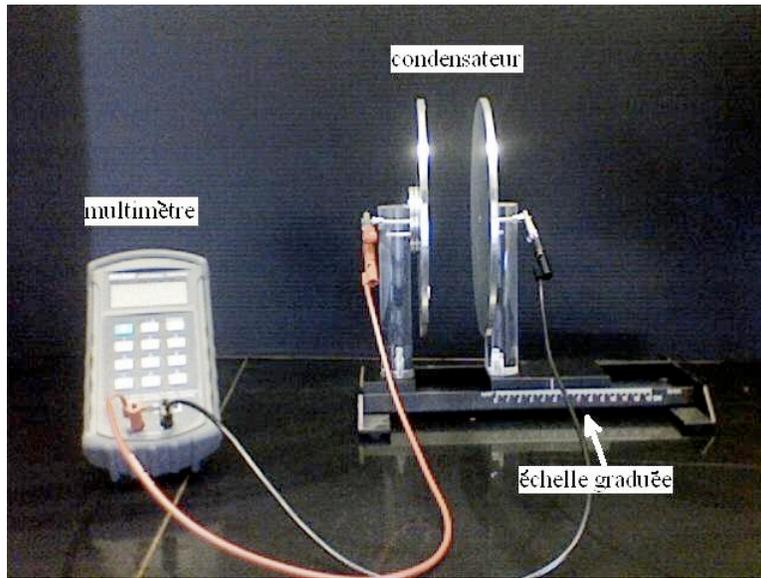

Figure 1: Condensateur plan
Un condensateur plan est constitué de deux armatures (c.-à-d. deux plaques parallèles) ayant une même surface  $A$ , et séparées d'une distance  $d$  (voir Figure 1). La capacité du condensateur plan est donnée par
**Condensateur plan.** La capacité d'un condensateur plan idéal est donnée par l'équation (2). Le but de cette première partie est de mesurer la capacité en variant la distance  $d$  entre les deux plaques.
1. Pour la première lecture2, ajustez la séparation entre les plaques  $d$  à 2.0 mm et attachez les fils de connexion du multimètre aux poteaux isolants du condensateur plan, tel qu'illustré à la Figure 1. Ajustez l'appareil à zéro (en appuyant sur "REL"), tout en ayant des petits tubes de caoutchouc sur